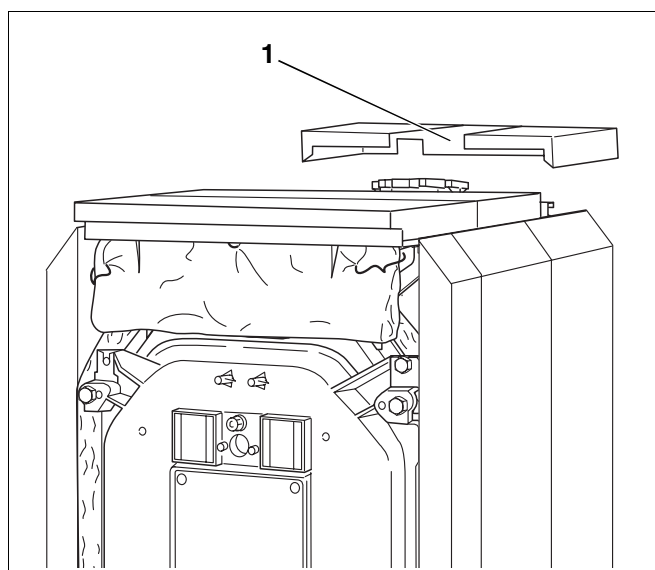

Fig. 54 Montarea capacului posterior
- Capacul posterior al cazanului se așează cu profilele și cu decuparea pentru turul circuitului de încălzire (fig. 54, **poz. 1**) spre față pe pereții laterali.